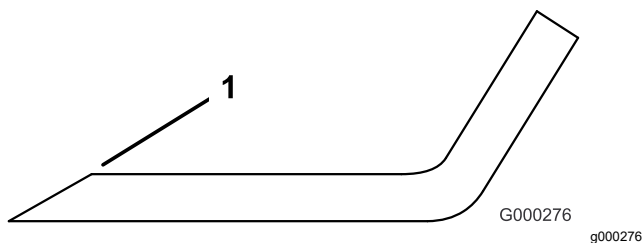

**Figura 131**
3. Examinezi marginile de tăiere ale tuturor lamelor i ascuii-le dacă sunt tocite sau crestate (Figura 131).
**Notă:** Ascuii doar partea superioară a marginii de tăiere i meninei unghiul de tăiere inițial pentru a asigura ascuirea (Figura 131). Lama rămâne echilibrată dacă elimini aceeași cantitate de metal de pe ambele margini de tăiere.